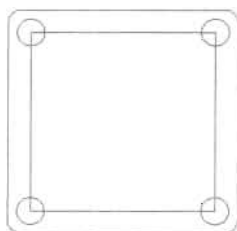

图 14-146
(4) 分别以矩形的4个顶点为圆心绘制半径为6mm的圆,如图14-146所示。